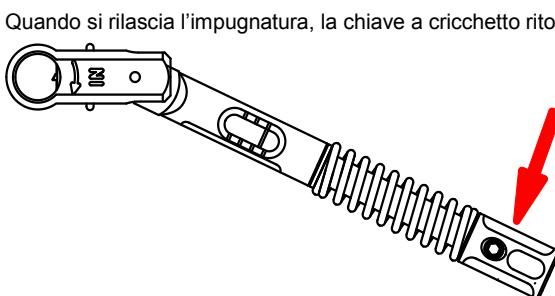

Figura 2
- Per applicare con precisione la coppia, occorre premere esclusivamente sull'impugnatura del dado di regolazione (vedere freccia nella **Figura 2**).